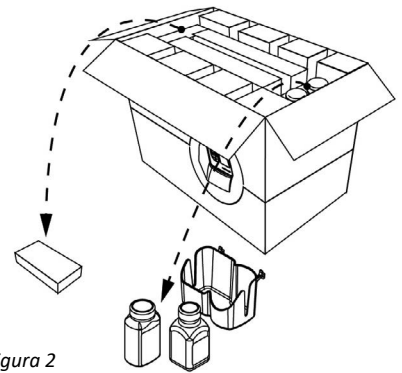

Figura 2
2. Remova a fonte de alimentação e coloque-a de lado (Figura 2).
3. Remova os frascos miniiWASH e miniiWASTE e a bandeja de frascos e coloque-os de lado (Figura 2).